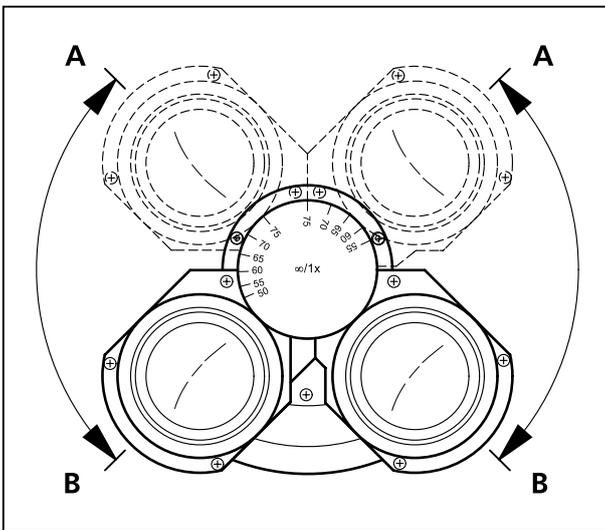

Figura 6 Ajuste de la altura de observación
- Adaptar la altura de observación a las necesidades individuales girando los portaoculares hacia arriba (Figura 6/A) o hacia abajo (Figura 6/B).